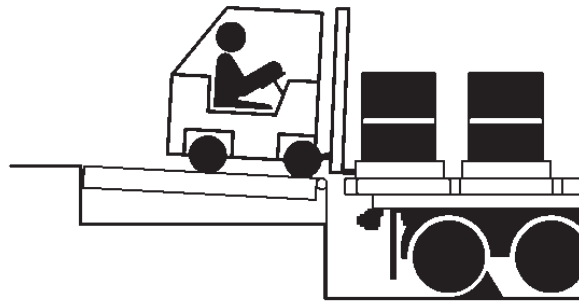

Figura 21
6. Continúe con la carga o descarga (Figura 21).